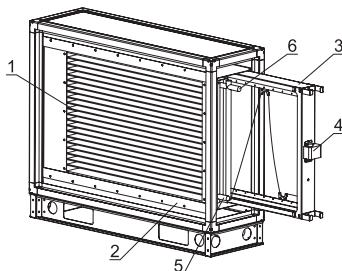

Рисунок 10
Водяной воздухонагреватель (рис.10) предназначен для нагрева воздуха и представляет собой медно-алюминиевый теплообменник (1), поверхность нагрева которого образована пучком медных труб, оребренных пластинами из алюминиевой фольги. Температура теплоносителя не должна превышать +130°C, рабочее давление – не более 12 атм. В качестве теплоносителя используется вода и незамерзающие смеси. Для защиты от замерзания теплообменника необходимо устанавливать датчик температуры воды обратного теплоносителя (на выпускном коллекторе) и капиллярный термостат (4) (поставляются в комплекте с щитом управления). Капиллярный термостат необходимо устанавливать на специальную рамку (3), располагаемую после теплообменника по ходу движения воздуха. Для этого необходимо демонтировать съёмную панель, извлечь рамку и растянуть трубку термостата по её сечению. Нагреватель можно извлечь, потянув его на себя по направляющим (2). Для слива теплоносителя и выпуска воздуха из контура теплообменника можно использовать заглушки на патрубках (5) и (6).